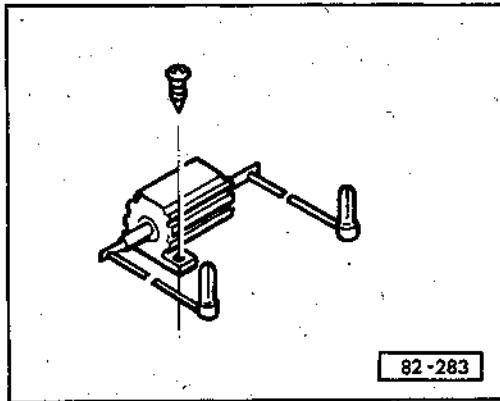

Abb. 11 Vorwiderstand – N 6 für Teillast aus- und einbauen/prüfen
- aus- und einbauen – Abb. 11
- prüfen – Abb. 11